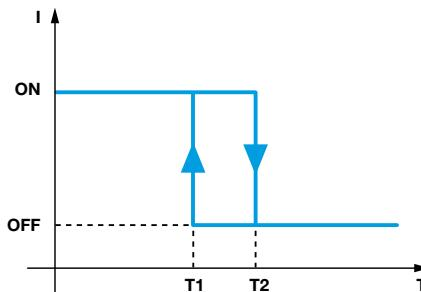

Fig. 4 - Abb. 4
La corrispondenza tra temperatura **T** e corrente **I** assume la caratteristica riportata in Fig.4: l'output assume esclusivamente i 2 valori discreti possibili: eccitazione dell'elettrovalvola (**ON**, che impone la velocità minima della ventola) e diseccitazione (**OFF** che impone la velocità massima), secondo una caratteristica con isteresi.
*temperature **T** and current **I** assumes the characteristic in Fig.4 : the output only assumes the 2 discrete values possible: excited solenoid valve (**ON**, which translates into the minimum speed of the fan) and deactivation of the same (**OFF** which translates into the maximum speed), according to the characteristic with hysteresis.*
Das Verhältnis zwischen Temperatur **T** und Strom **I** hat die in Abb. 4 dargestellten